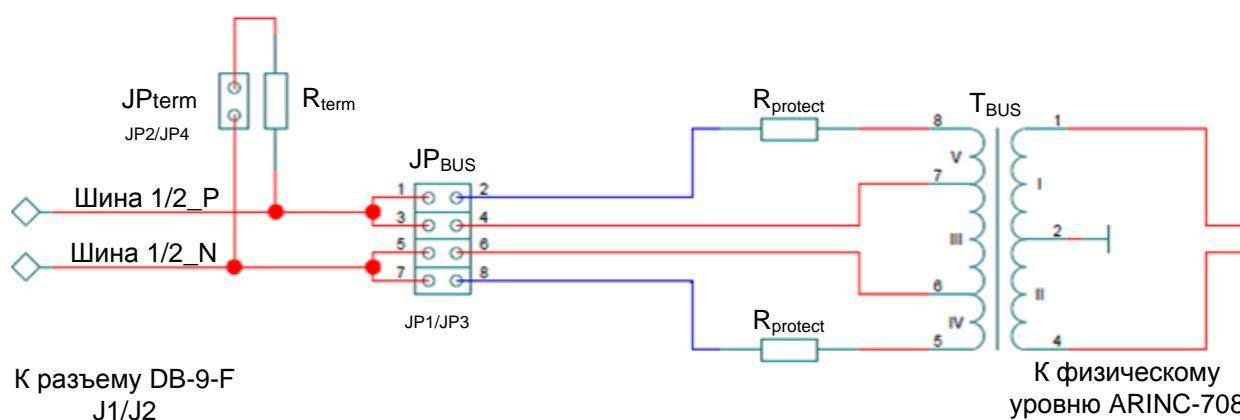
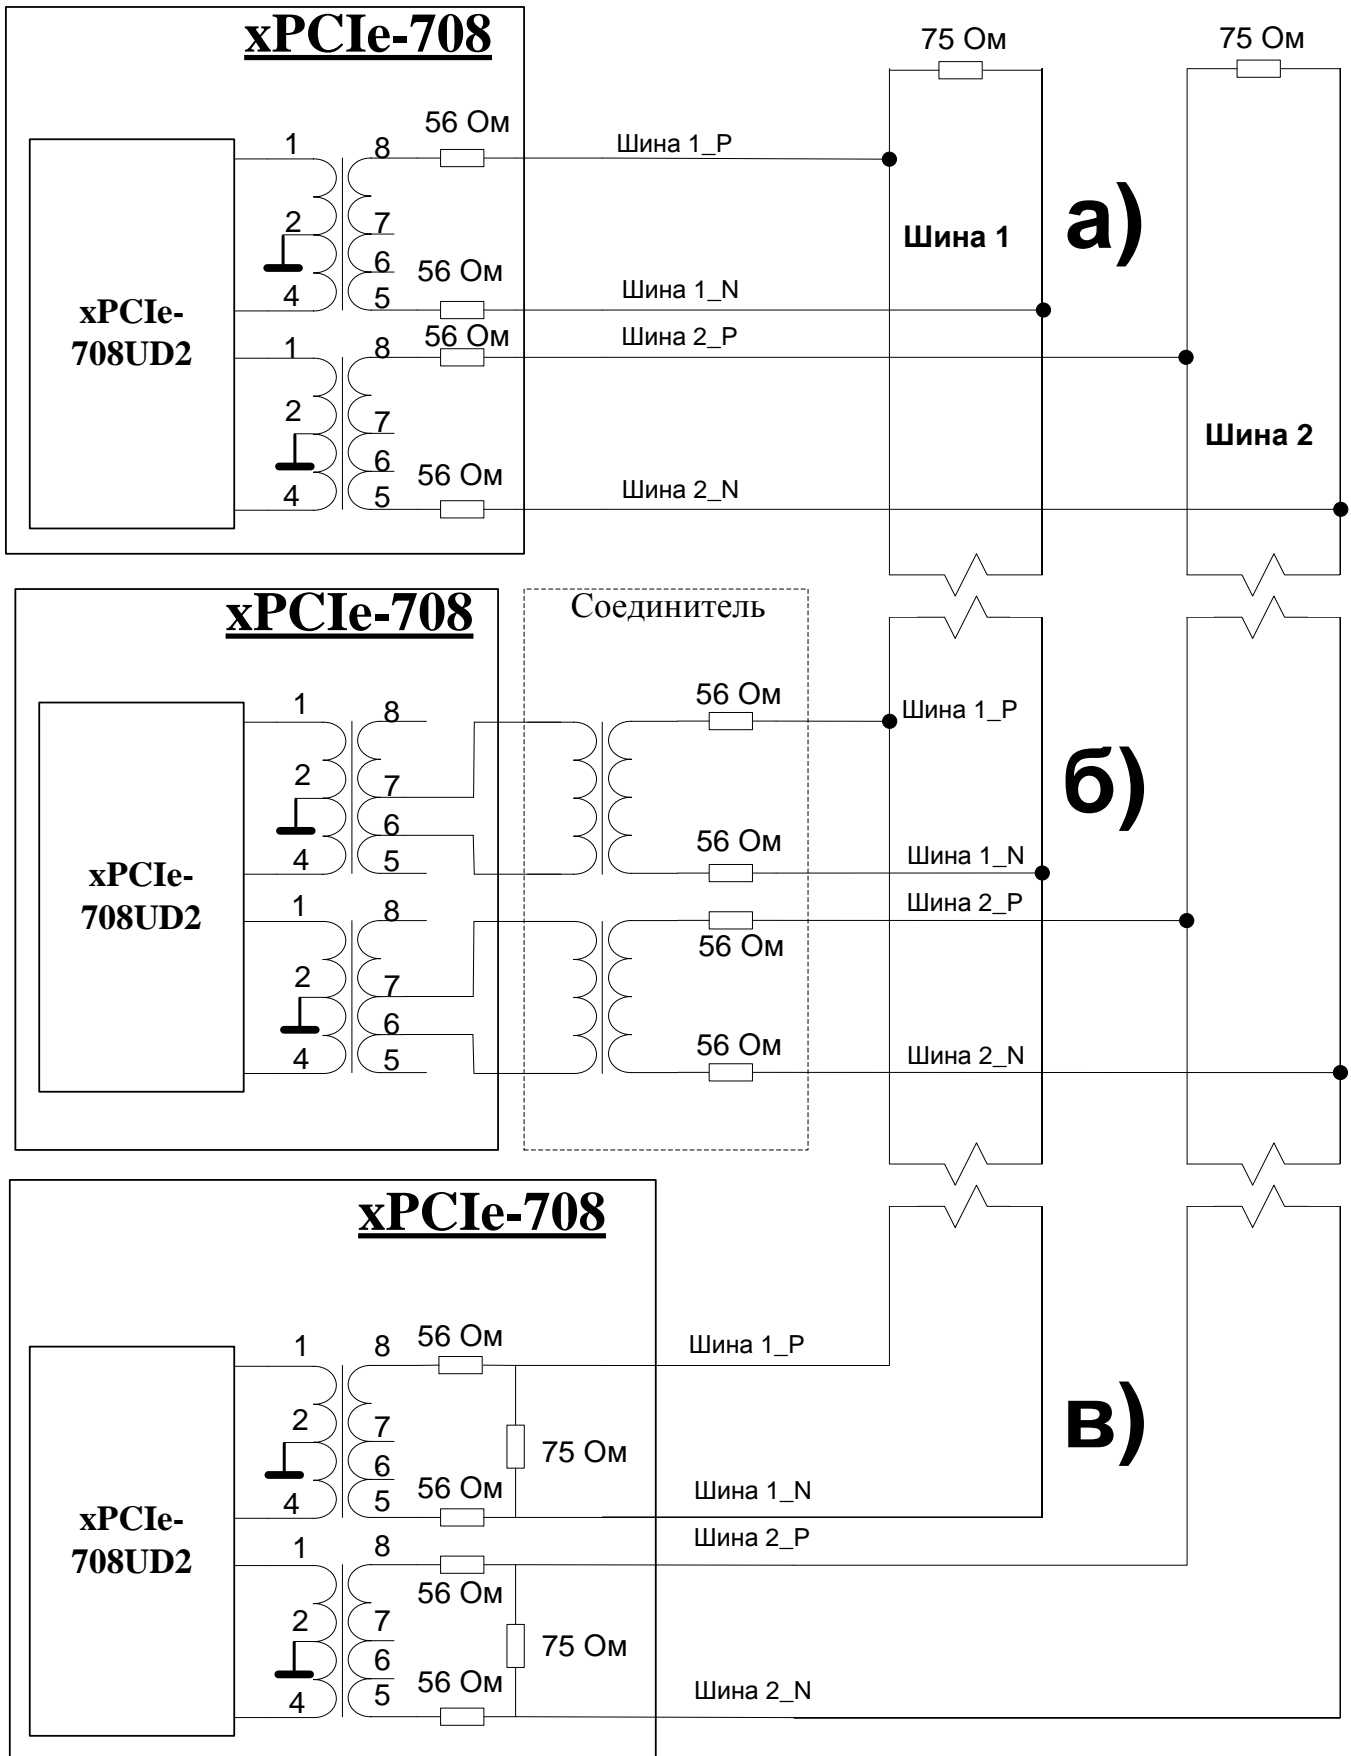

Рисунок 5 - Схема выходного каскада
Рисунок 6 - Способы включения на шину
**Первый вариант** включения предполагает подключение «PCIe-708UD2» к шине ARINC-708 без согласующего трансформатора (рис. 6 а). Для этого согласно рисунку 5 необходимо замкнуть контакты 1, 2 и 7, 8 переключки **JPBUS**. Таким образом, производится включение «PCIe-708UD2» в шину через защитные резисторы **Rprotect**, находящиеся в самом устройстве.
**Второй вариант** включения предполагает подключение «PCIe-708UD2» к шине ARINC-708 через согласующий трансформатор (рис. 6 б). Для этого, согласно рисунку 5, необходимо замкнуть контакты 3, 4 и 5, 6 переключки **JPBUS**. Таким образом производится включение «PCIe-708UD2» в шину через внешние защитные резисторы и согласующий трансформатор, находящиеся в соединителе.
**Третий вариант** включения предполагает подключение «PCIe-708UD2» к шине ARINC-708 без согласующего трансформатора в качестве окончательного устройства на шине (рис. 6 в). Данный вариант позволяет отказаться от использования внешнего согласующего резистора 75 Ом для шины ARINC-708, используя резистор **Rterm**. Данный резистор уже установлен в устройстве «PCIe-708UD2». Включение производится так же, как и в первом варианте включения. Дополнительно для подключения согласующего резистора необходимо замкнуть контакты переключки **JPterm** (рисунок 5).